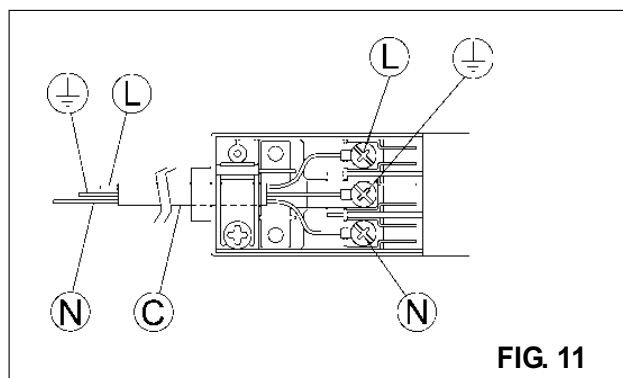

FIG. 11
- использовать с входным кабелем "С", если не предусмотрено (см. рис. 11) стандартизированный разъем, соответствующий нагрузке, указанной на паспортной табличке. Подсоединить кабели в соответствии со схемой на рис. 11, убедившись в том, что учтены нижеприведенные соответствия: